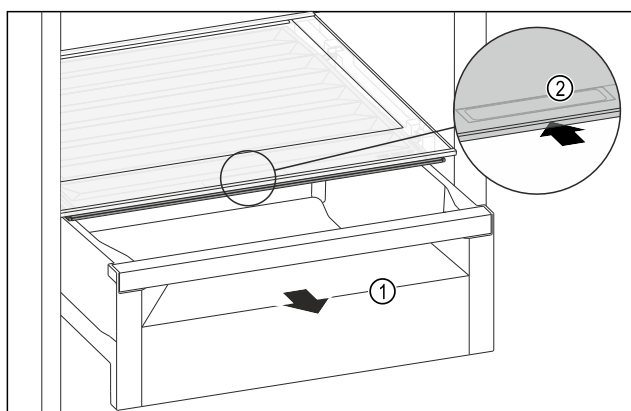

Fig. 99
- Schubfach Fig. 99 (1) herausziehen.
- Griffmulde Fig. 99 (2) am Fachdeckel anfassen und Fachdeckel gleichzeitig nach hinten schieben.